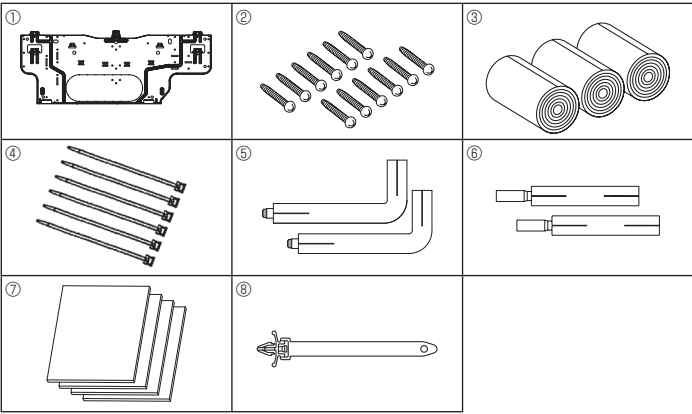

Fig. 3-1
3.1. Vérifier les accessoires qui accompagnent l'appareil intérieur (Fig. 3-1)
- Ⓐ Planche d'installation ① sur Fig. 3-1
- Ⓓ Vis de fixation (4 × 25) ② sur Fig. 3-1
- Ⓕ Plaque d'installation ①
- Ⓕ Plaque d'installation ① sur Fig. 3-1
2. Enrouler la bande de feutre ③ dans la partie du tuyau de réfrigérant et du tuyau d'écoulement qui sera logée dans l'espace destiné à la tuyauterie de l'appareil intérieur.
- Enrouler la bande de feutre ③ solidement en partant de la base du tuyau de réfrigérant et du tuyau d'écoulement.
- Faire chevaucher la bande de feutre ③ sur la moitié de la largeur de la bande.
- Ⓔ Bande de feutre ③ sur Fig. 3-1